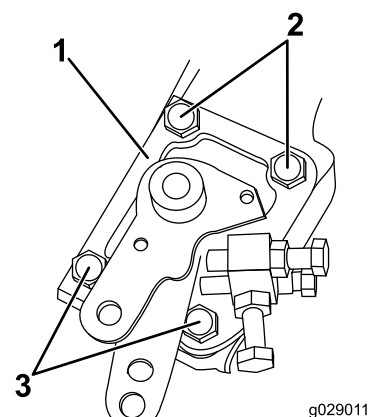

Bild 9
- Entfernen Sie die 4 Schrauben und 2 Scheiben, mit denen die vorhandene Geschwindigkeitsregler-Platte am Motor befestigt ist (Bild 9).
2. Installieren Sie die Geschwindigkeitsregler-Platte mit Hilfe der von der alten Platte aufgehobenen 4 Schrauben und 2 Scheiben (siehe Bild 9).
Hinweis: Stellen Sie sicher, dass die Scheiben mit den Schrauben angebracht werden, wie in Bild 9 abgebildet.